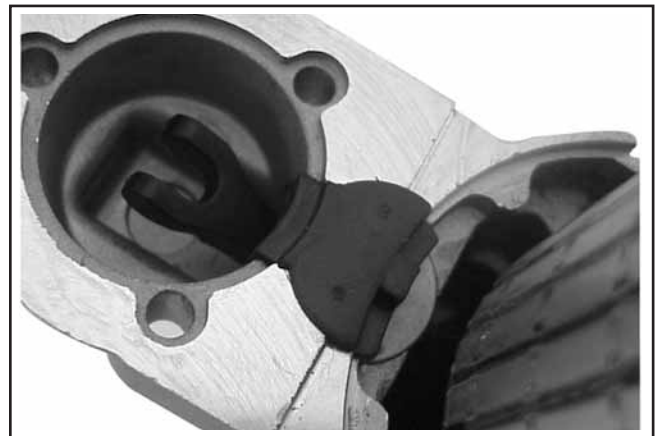

Figure 8-48. Installation de la rondelle de butée et du passe-fils.
7. Installer la rondelle de support, puis le passe-fils en caoutchouc dans les rainures correspondantes du capuchon d'extrémité de l'entraînement. Les replis moulés de la rondelle doivent être sortis et ils doivent correspondre et s'aligner sur ceux du capuchon d'extrémité. Voir la figure 8-48.